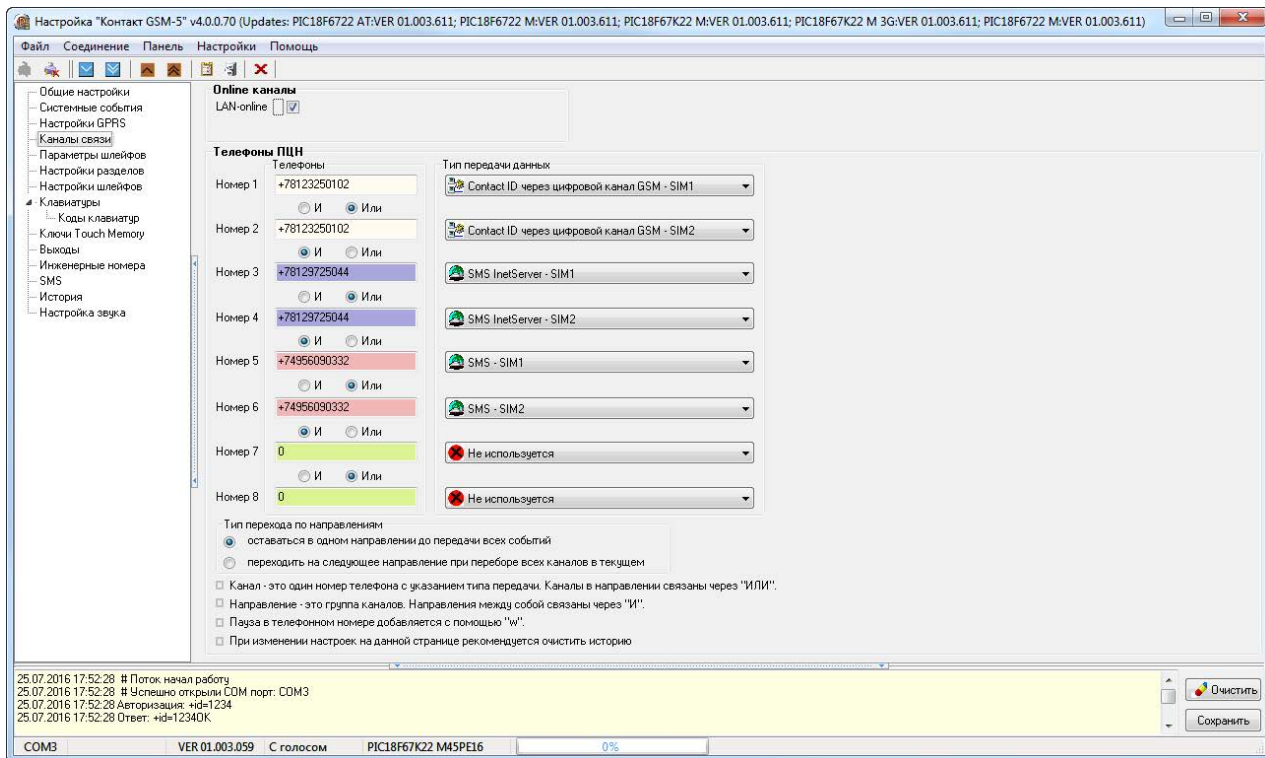

Рисунок 16. Каналы связи
*Например, при такой конфигурации, которая показана на рис.16, переход к каналу связи 3 фиолетового направления произойдет только в том случае, если передача по каналу LAN невозможна, а по первому направлению события успешно переданы.*